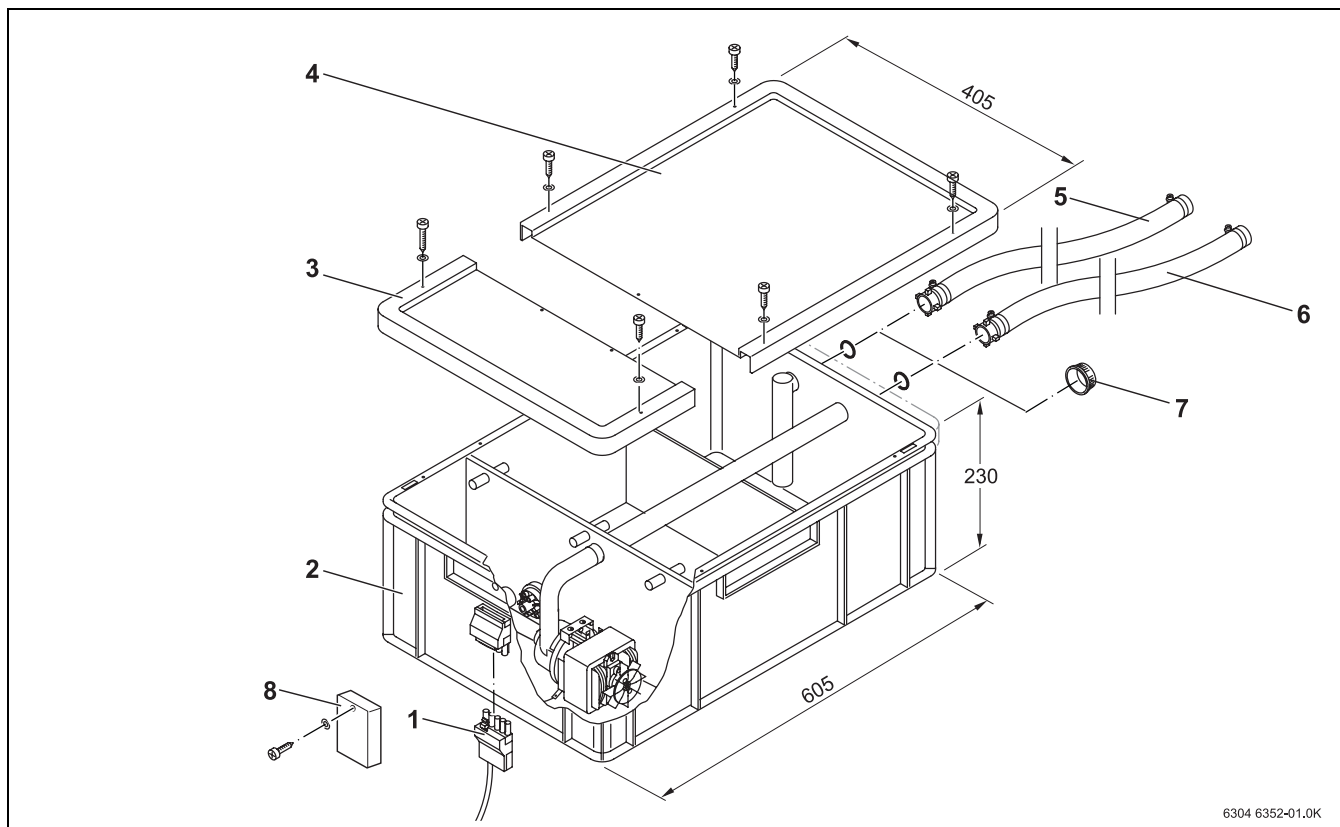

Bild 1 Aufbau und Abmessungen
- Großen Behälterdeckel (Bild 1, [4]) abnehmen.